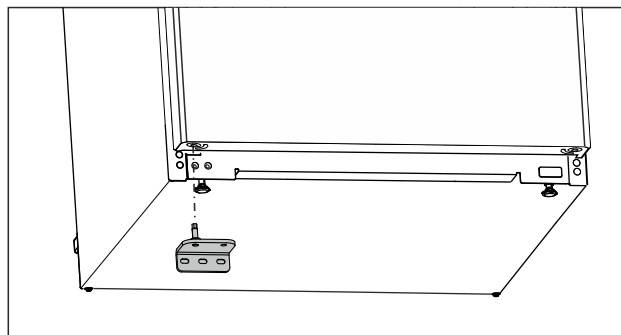

Fig. 25
- Sätt in undre lagerbocken på motsatta sidan. (se Fig. 25)